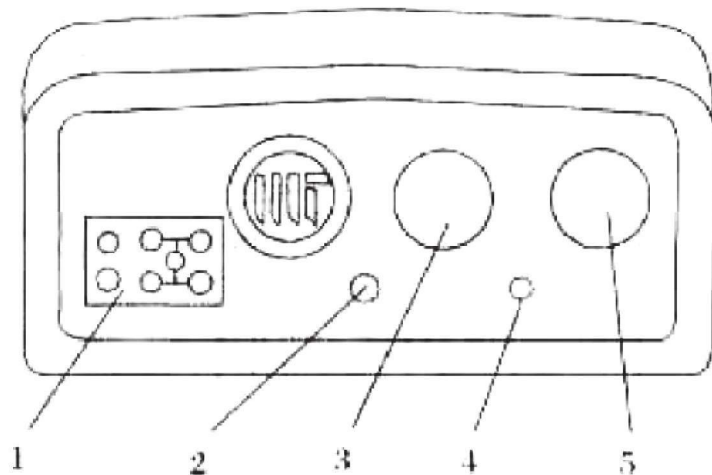

Рис. 2.2. Панель приборов и освещения.
2.2.1. Показания давления масла (рис. 2.2., 2.3.)
2.2.2. Датчик температуры воды (рис. 2.2., 2.3.)
2.2.4. Выключатель освещения (рис. 2.2., 2.3.)
2.2.5. Переключатель сигналов поворота (рис. 2.2., 2.3.)